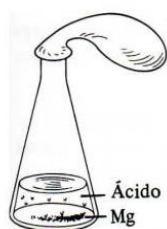

Figura 12a
- Observação: os 15 cm de fita de magnésio podem ser substituídos por cm de fio de magnésio (Figura 12a e 12b).